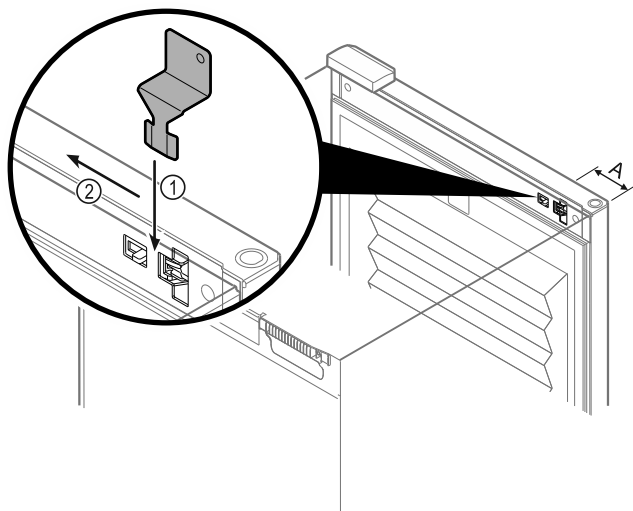

Fig. 136
- Noodontgrendelingssleutel op de betreffende positie positioneren Fig. 136 (A) $\approx$ 100 mm.
- Noodontgrendelingssleutel Fig. 136 (1) tussen deur en apparaatcorpus van bovenaf tot aan de aanslag insteken.
- Noodontgrendelingssleutel in de richting van het scharnier trekken. Fig. 136 (2)